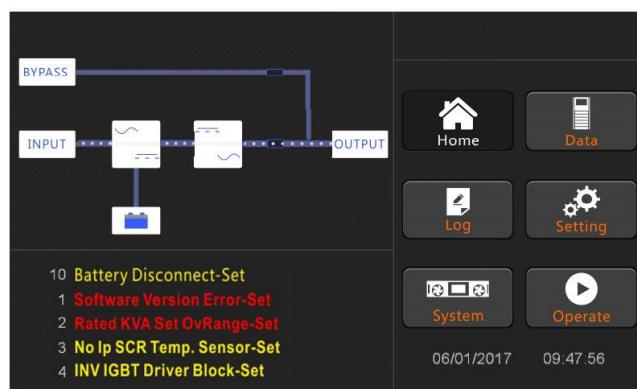

Рисунок 51. Интерфейс в режиме инвертора
7. Примерно через 30 секунд, когда инвертор работает normally, ИБП переключается с байпаса на инвертор, индикаторная лампа байпаса выключена, и индикатор нагрузки мигает (Рисунок 51).